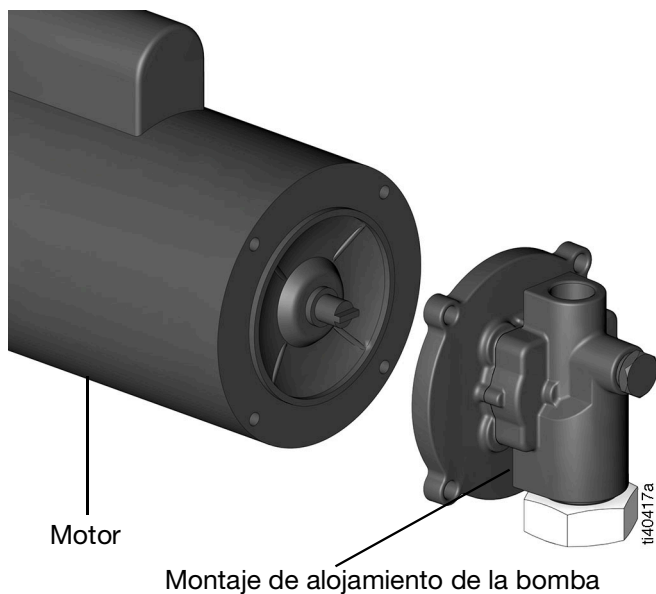

FIG. 8
6. Retire el montaje de alojamiento de la bomba del motor (FIG. 8).